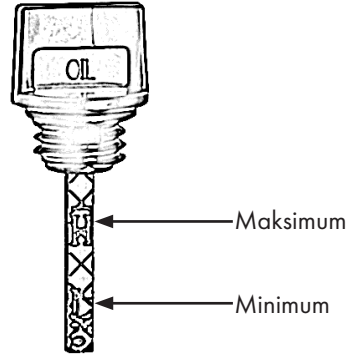

Rysunek 14
- Odkręć korki wlewu oleju z podłączonym bagnetem, Rys. 14.